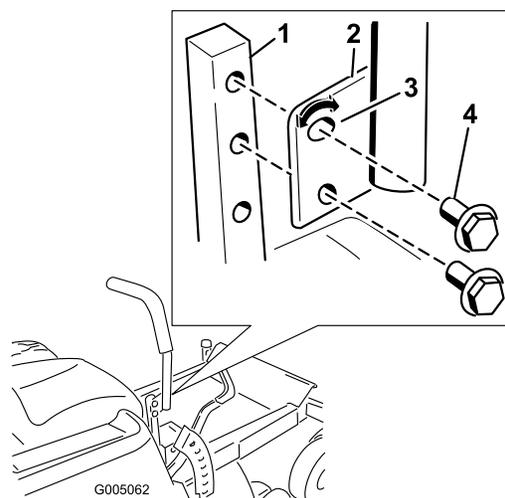

Figure 20
1. Retirez les 2 boulons qui fixent le levier de commande à l'arbre du bras de commande (Figure 20).
2. Placez le levier de commande dans les trous suivants. Fixez le levier avec les 2 boulons (Figure 20).
2. Desserrez le boulon inférieur jusqu'à ce qu'il soit possible de pivoter le levier de commande en avant ou en arrière (Figure 20). Serrez les deux boulons pour fixer la commande à sa nouvelle position.